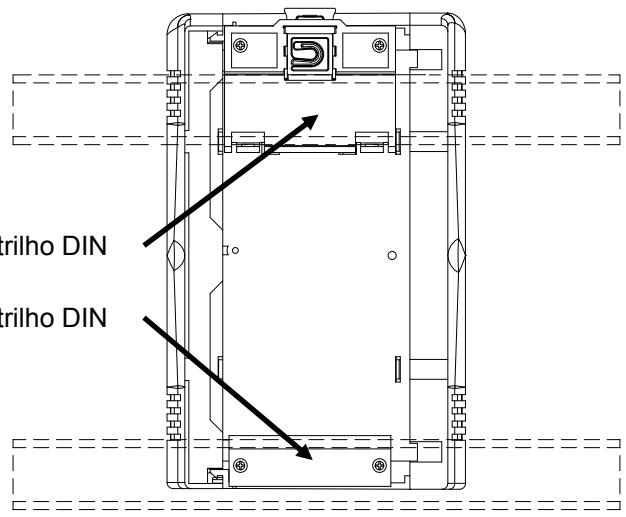

Figura 4. Parte traseira do FFI
3. O gabinete do FFI é fixado em dois trilhos DIN de 35 x 7,5 mm. Consulte a Figura 4.